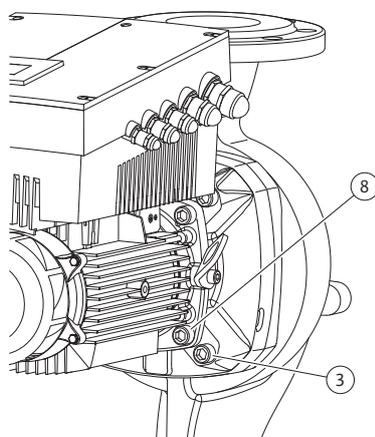

Fig. 52: Fixação opcional do conjunto de encaixe
22. Empurrar cuidadosamente a lanterna sobre o veio e colocá-la na posição anterior ou num outro ângulo em relação ao flange do motor, respeitando as posições de instalação autorizadas dos componentes (ver capítulo 7.1 "Posições de instalação autorizadas e alteração da disposição dos componentes antes da instalação" na página 156). Fixar a lanterna ao flange do motor com os parafusos (Fig. 7, pos. 10) **ou** - nos modelos de bomba/lanterna segundo (Fig. 52) - com os parafusos (Fig. 52, pos. 8).
16. Consoante o modelo da bomba, desapertar os parafusos (Fig. 7, pos. 10) ou, em alternativa, os parafusos (Fig. 52, pos. 8).